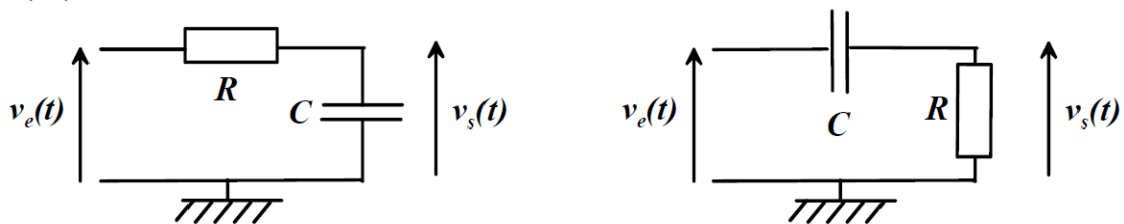

FIGURE 2 – (À gauche) Circuit RC. (À droite) Circuit CR.
8. Réaliser l'étude qualitative à haute et basse fréquence des montages RC et CR proposée en figure 2.